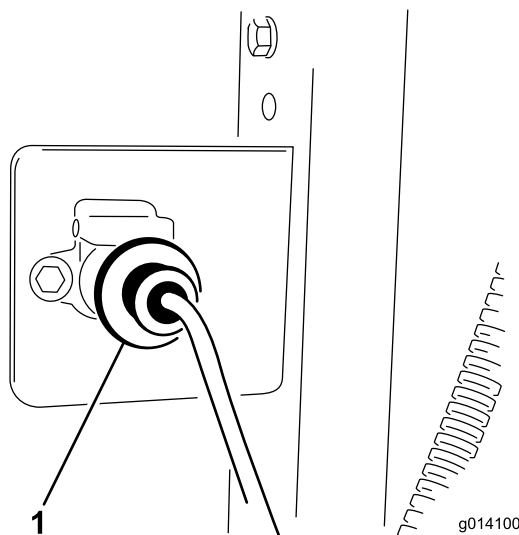

图 10
3. 用 2 个 1/4 x 1 英寸 的螺栓和螺母将线束插座固定到支架 (图 10)。
5. 将基座线束连接到牵引车的线束 (图 10)。接头位于连接到牵引车的液压软管间。